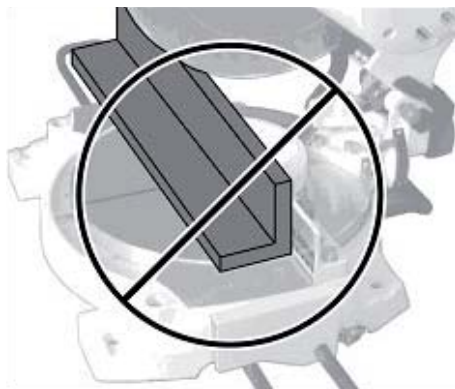

Рис. 8
- Така робота є потенційно небезпечною (Рис.8).